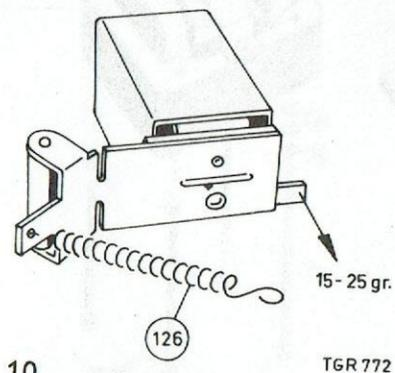

Fig. 10
La force de pression du feutre de tête d'enregistrement/reproduction doit être de 15-25 g. Eventuellement renouveler le ressort pos. 126, fig. 10.